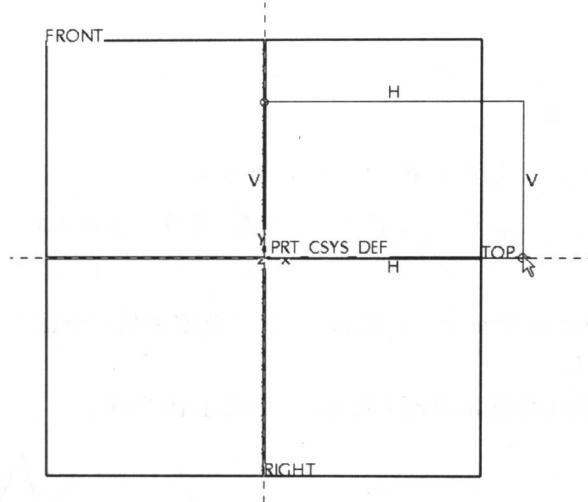

图 1-13
(9) 单击鼠标中键，使 References 对话框消失，再在特征工具栏中，单击 图标，在草图环境中，绘制一个长方形，如图 1-13 所示。